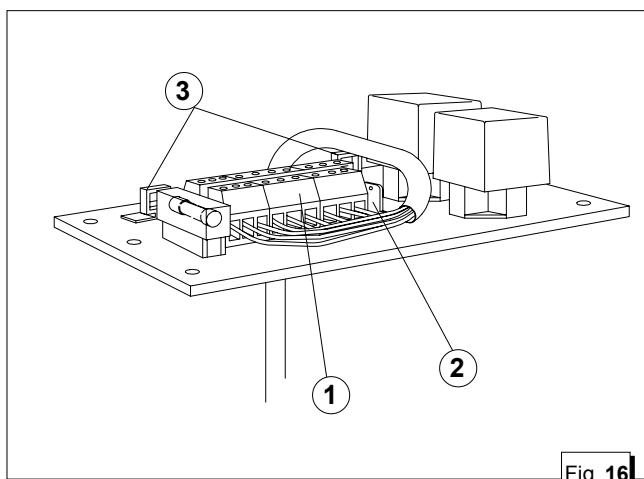

Fig. 16
Questo collegamento è eseguibile tramite le morsettiera (fig. 16, rif. 1) utilizzando i cavi in dotazione già collegati al cruscotto comandi; i morsetti da usare sono rispettivamente quelli contrassegnati dal n° 1 al n° 9 per i cavi comando. La calza di massa va collegata al morsetto faston (fig. 16, rif. 2) isolandola accuratamente e utilizzando un faston femmina preisolato. Nei collegamenti è necessario rispettare lo schema codice/colore riportato di seguito (fig. 17). Bloccare inoltre i cavi **A** e **B** con le fascette in dotazione all'apposito supporto plastico (fig. 16, rif. 3).
This connection can be made through the terminal boards (fig. 16, ref. 1) using the cables provided already connected to the control panel. The terminals to be used are those marked no. 1 to no. 9 for the control cables. The earth braid should be connected to the faston terminal (fig. 16, ref. 2) insulating it carefully and using a pre-insulated female faston. In making the connections it is important to follow the numbers and colours as indicated beside (fig. 17). Fasten the **A** and **B** cables with the clamps provided (fig 16, ref. 3).
Ce branchement est réalisable grâce aux borniers (figure 16 - r^ef. 1), en utilisant les câbles en dotation, déjà reliés au tableau des commandes; les bornes à utiliser sont respectivement celles qui correspondent aux numéros de 1 à 9 pour les câbles des commandes. Le conducteur électrique de terre doit être relié à la borne faston (figure 16 - r^ef. 2), après l'avoir soigneusement isolé et en utilisant un faston femelle pré-isolé. Les connexions doivent respecter le schéma code/couleur indiqué ci-après (fig. 17). Bloquer enfin les câbles **A** et **B**, avec les
bagues en dotation, sur le support plastique approprié (figure 16 - rèf. 3).